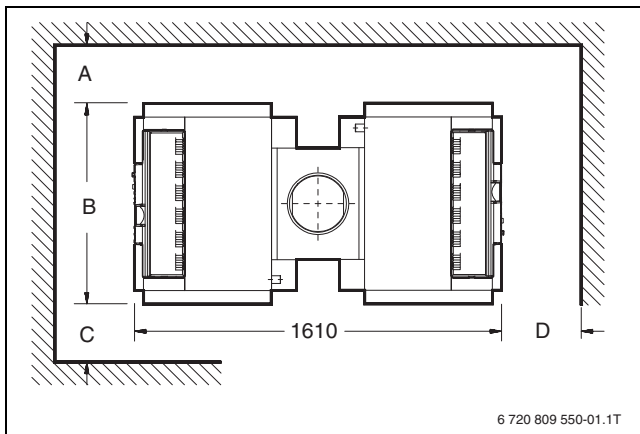

Рис. 6 Расстояния от стен для сдвоенного котла
- Учитывайте рекомендуемые расстояния от стен (→ рис. 6 и таблица 21).